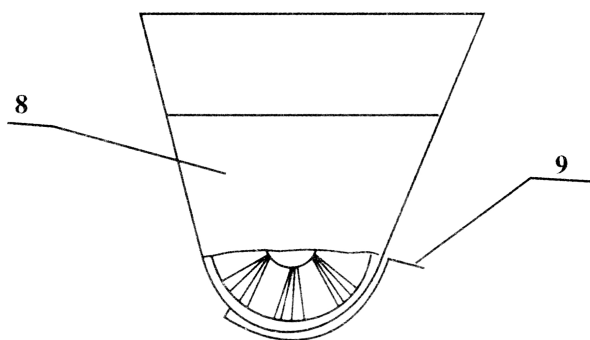

Рисунок 7.
- 2) Если имеются повреждённые пельмени, это означает, что в тесте присутствуют твёрдые частицы, такие как зёрнышки и ли подобные, которые застревают в форсунке и разрезают тестовый рукав. В этом случае следует остановить машину, отвернуть гайку (10), увеличив толщину теста. Затем необходимо запустить машину, чтобы застрявшие частицы вышли или полностью разобрать форсунку для их извлечения. Машину следует содержать в чистоте, не оставлять засохших остатков теста.
- 3) Если пельмени прилипают к формирующей матрице, необходимо проверить что количество муки достаточно и она сыпется равномерно. Если муки для посыпки мало, отрегулируйте заслонку (9) (см. рис. 7). Также необходимо убедиться в том, что мука сыпется свободно. Муку из нижнего лотка можно после просеивания использовать повторно. Если тесто слишком мягкое, то прилипание может быть и при посышке.